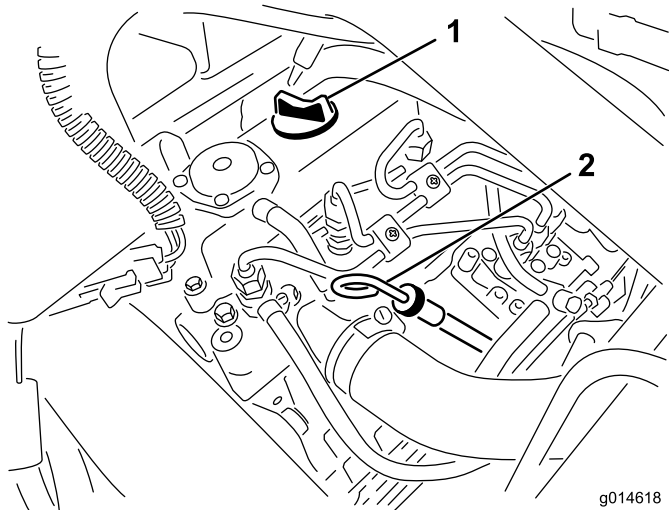

Figura 28
2. Retire a vareta e limpe-a com um pano limpo (Figura 28). Volte a colocar a vareta no tubo e verifique se está completamente introduzida. Retire a vareta do tubo e verifique o nível de óleo. Se o nível de óleo estiver baixo, retire o tampão de enchimento da cobertura da válvula e **lentamente** adicione óleo suficiente para elevar o nível de óleo até à marca Full, existente na vareta. Adicione o óleo lentamente e